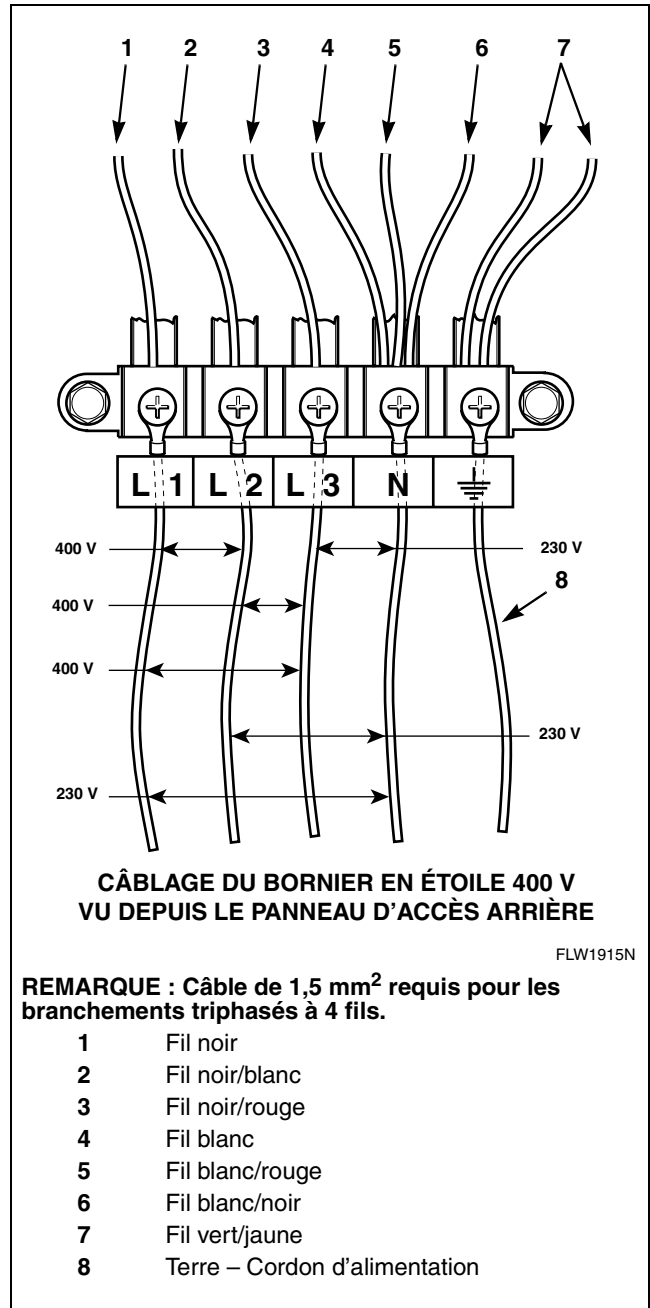

Figure 13
5. Raccorder les fils du cordon d'alimentation comme sur la *Figure 13*.
Transformation d'un circuit ÉTOILE 400 V en circuit TRIANGLE 230 V. Se reporter aux Figures 13 et 14 :
Transformation d'un circuit ÉTOILE 400 V en circuit monophasé 230 V. Se reporter aux Figures 13 et 15: